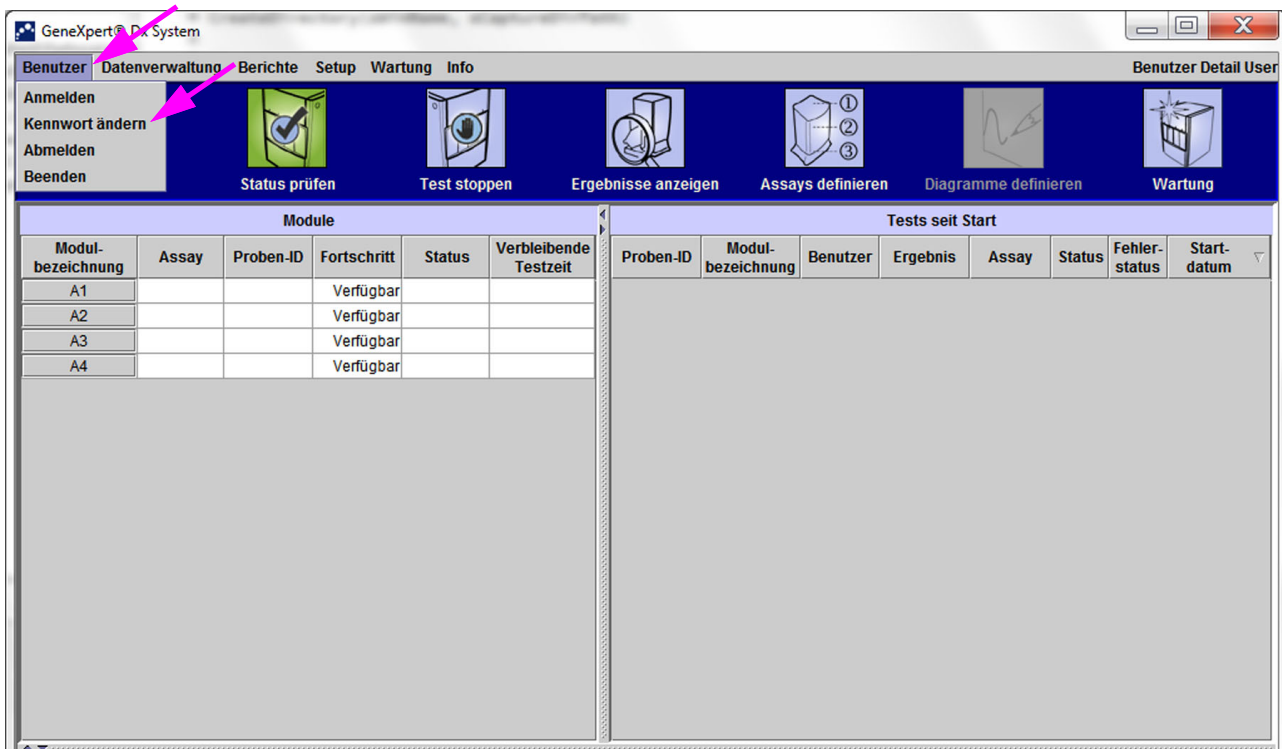
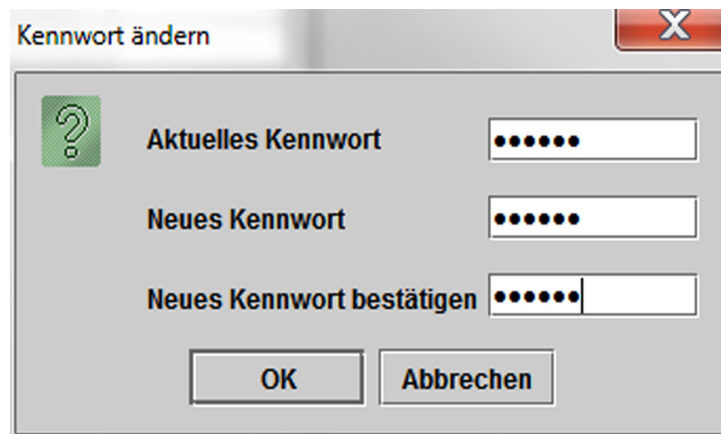

Abbildung 5-14. Menü „Benutzer“ (Kennwort ändern)
Abbildung 5-15. Dialogfeld „Kennwort ändern“
1. Klicken Sie im GeneXpert Dx System-Fenster im Menü **Benutzer** auf **Kennwort ändern**. Siehe Abbildung 5-14. Das Dialogfeld „Kennwort ändern“ wird angezeigt (vgl. Abbildung 5-15).